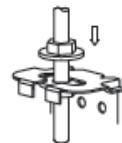

Fig.5-7
- Fixati bine aparatul de aer conditionat prin strangerea piulitelor, dupa ce ati reglat corect pozitia unitatii. (*consultati fig. 5-7*)